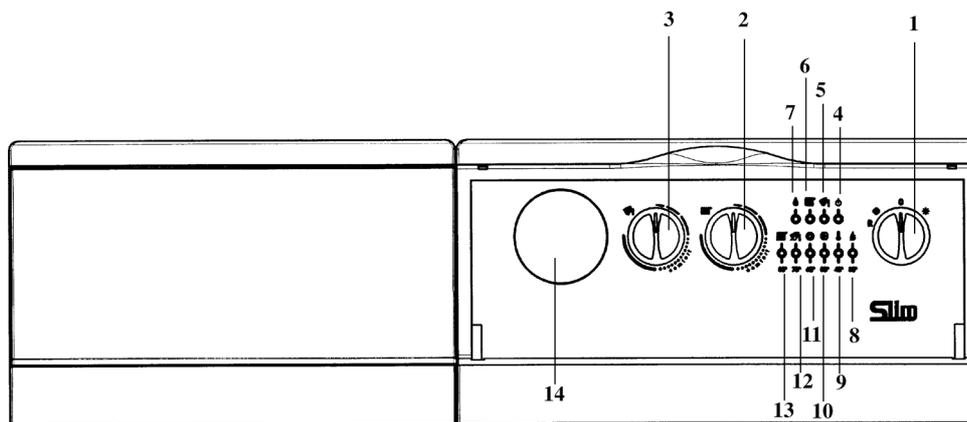

Рис. 1: Панель управления котла
- установить переключатель режимов «лето - зима» (рис. 1, позиция 1) в нужный режим;
- установить регулятор температуры воды в системе отопления (рис.1, позиция 2) на нужное значение;
- установить регулятор температуры воды в бойлере (рис.1, позиция 3) на нужное значение;
Режим работы в системе ГВС может быть исключен путем установки регулятора температуры воды в бойлере (рис.1, позиция 3) на минимальное значение, необходимое для защиты бойлера от замерзания.
Режим работы в системе ГВС можно исключить, установив ручку (рис.1, позиция 3) в положение минимума, что соответствует работе бойлера в режиме "антизаморозки".
Важная информация: при переключателе режимов «лето - зима» (рис. 1, позиция 1), установленном в положении «зима» ❄️, перед каждым очередным включением котла по сигналу регулятора системы отопления установлена задержка на несколько минут (для того чтобы избежать частых включений/выключений). Для того чтобы горелка включилась сразу, переведите переключатель в положение (0), а затем снова установите режим «зима».
- установить переключатель режимов лето-зима (рис.1, позиция 1), в положение "лето";
- установить регулятор температуры воды в бойлере (рис. 1, позиция 3) на нужное значение.
Внимание! При первом включении внутри трубы подачи газа могут образоваться воздушные пробки. В таких случаях горелка не будет включаться и произойдет блокировка котла по газу (загорается красная лампочка блокировки котла - рис. 1, позиция 8). При возникновении данной проблемы повторите процесс включения котла до поступления газа в горелку, кратковременно установив перед включением переключатель режимов (рис. 1, позиция 1) в положение **R** (сброс).
Данное устройство может быть снабжено комнатным термостатом для контроля температуры отапливаемого помещения. В этом случае регулятор температуры воды в системе отопления (рис.1, поз. 2) устанавливается в максимальное положение, а сигналы на включение и выключение котла поступают от комнатного термостата.
При отсутствии комнатного термостата температура помещения регулируется косвенным образом при помощи регулятора температуры воды в системе отопления (рис.1, поз. 2); при таких условиях насос системы отопления работает постоянно. Для увеличения температуры повернуть регулятор по часовой стрелке, для уменьшения - против часовой стрелки.
- Установить переключатель режимов (рис. 1, поз. 1) в положение «лето» ☀️. В этом случае котел будет работать только на контур ГВС.
- Установить переключатель режимов (рис. 1, поз. 1) в положение (0), проследив, чтобы лампочка-индикатор (рис. 1, позиция 2) погасла; таким образом прекращается подача электричества на котел.
Регулятор температуры воды в бойлере (рис. 1, поз. 3) может использоваться только при наличии накопительного бойлера. В этом случае возможно отрегулировать температуру воды контура ГВС, установив регулятор на нужное значение.
Приоритет ГВС можно отключить установив регулятор (рис. 1, поз. 3) на минимальное значение в соответствии с функцией защиты от замерзания воды в бойлере.
- переключатель режимов (рис.1, позиция 1) не установлен в положение (0);
Если Вы не хотите нагревать воду в бойлере, переведите регулятор температуры горячей воды (рис.1, позиция 3) на минимальное значение (0); электронная система управления проследит за тем, чтобы температура не опускалась ниже 5°С.